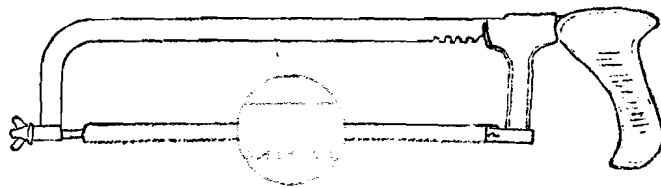

Fig. 7-3
2.1. Montaje.—Situarse los dientes de la hoja de sierra con la inclinación hacia la tuerca-palomilla, fijándola en sus alojamientos de soporte y tensor (fig. 7.3).